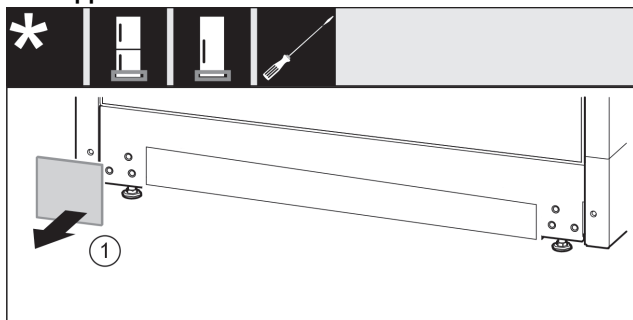

Fig. 13
- ▶ Ta av dekselet. Fig. 13 (1)